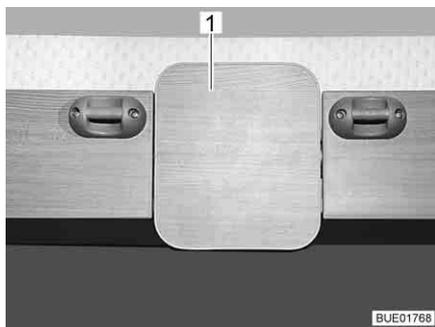
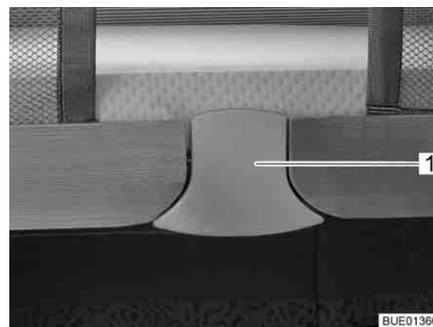

Fig. 77 Sblocco (Premio Plus)
Fig. 78 Sblocco (Averso Plus)
- Estrarre la placca di sbloccaggio (Fig. 77,1 o Fig. 78,1) tirandola verso il basso. Il bloccaggio viene sbloccato.